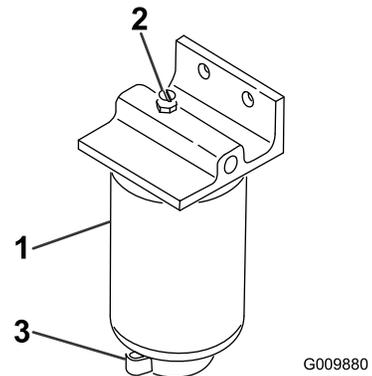

图65
2. 松开过滤器过滤筒底部的排水阀 (图65)。
1. 清洁滤清器过滤筒的安装区域图65。